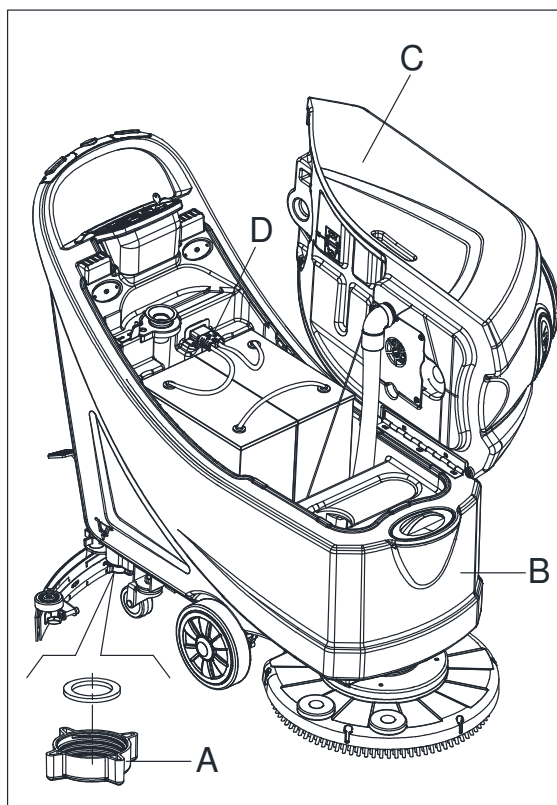

Figure 13
7. Vider le réservoir de solution avec le tuyau (A, Fig. 13).
2. Vider les réservoirs (B et C, Fig. 13), comme indiqué dans le paragraphe précédent.